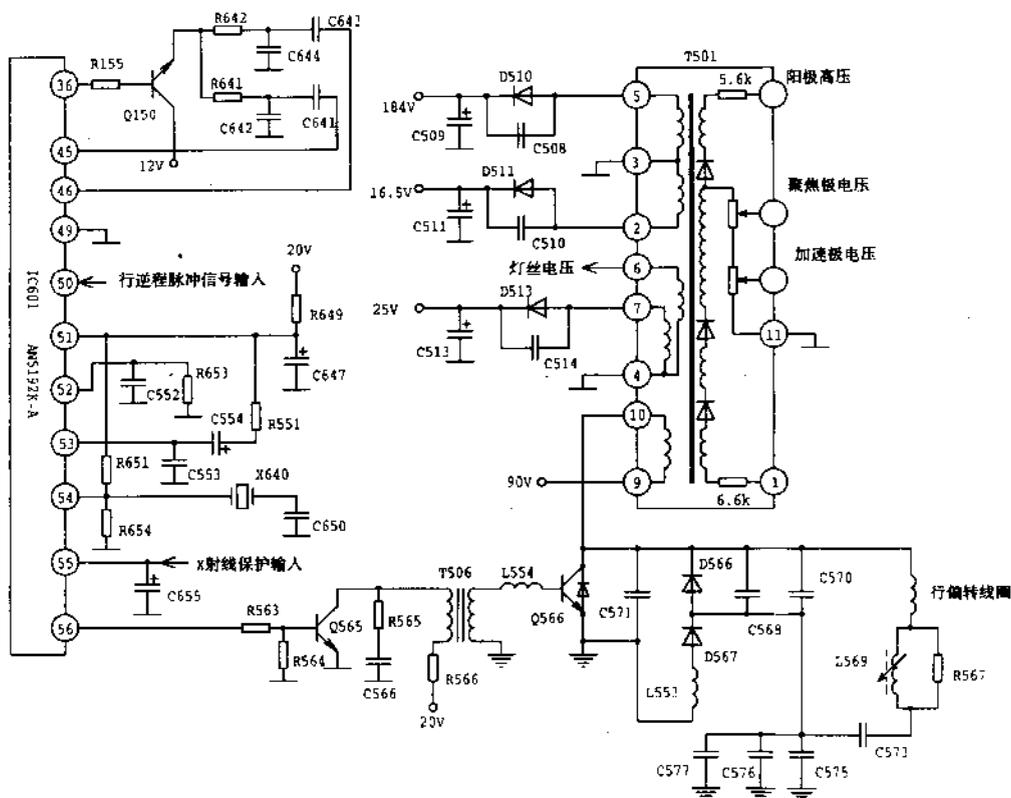

图 1-2 松下 TC-2140 型彩色电视机行扫描电路
彩色全电视信号从集成电路 IC601 第③脚输出,经过电阻 R155 加在晶体管 Q150 的基极上。由晶体管 Q150 将输入的彩色全电视信号进行缓冲放大之后,经过电容 C643、C641 分别送入集成电路 IC601 第④脚、第⑤脚进行行、场同步信号的分离。分离得到的行、场同步信号,在集成电路 IC601 内电路中分别送至行、场振荡电路,如图 1-2 所示。
从图 1-2 中可以看出,由集成电路 IC601 第④脚内电路与外接晶振 X640、电容 C650 构成 32 倍行频压控振荡电路(英文缩写为 VCO)。从第⑤脚输入的行逆程脉冲信号,与内电路分离所获得的行同步脉冲信号,在 IC601 内经过行 AFC 鉴相电路鉴相后,将其输出的相位误差变换为直流误差电压,去控制 VCO 电路,使其振荡频率锁定在 32 倍行频。从图 1-2 上看,似乎行扫描电路结构比较简单,这只不过是采用了大规模集成电路罢了。
在图 1-2 中，L569 为行线性调整电感，C573 是 S 校正电容。C571、C568、C570 和 C575、C576、C577 组成逆程电容，以满足不同型号彩色显像管调整的需要。
集成电路 IC601 第⑤脚外接晶体管 Q451(见图 1-3),具有集成电路 IC451 过流保护和行输出电路高压限制保护的双重功能。电阻 R450 为过流检测电阻,其两端电压降与 IC451 内 OTL 输出电流成正比。当 OTL 电路出现过流或短路现象时,电阻 R450 上的电压降增大,晶体管 Q451 基极电位降低并使其饱和导通,故其集电极电流在电阻 R531 产生的电压降使集成电路 IC601 第⑤脚电压升到 0.8V 以上,IC601 内保护电路动作而切断第⑤脚(见图 1-2)行频脉冲信号的输出。
设置稳压二极管 D1118 用于过压检测。如果行输出电路工作状态异常,阳极高压超出规定值时,行输出变压器 T501 第⑦脚(见图 1-2)输出的行逆程脉冲也会升高;因此,经整流滤波电路输出的 +25V 端电压也随之升高。这个电压经过电阻 R450、R452 加到 D1118 的负极上(见图 1-3)。由于 D1118 正极所加的 +12V 电压不变,故 D1118 击穿,导致晶体管 Q451 饱和导通,使 IC601 第⑤脚内保护电路动作,实现了高压保护的目。